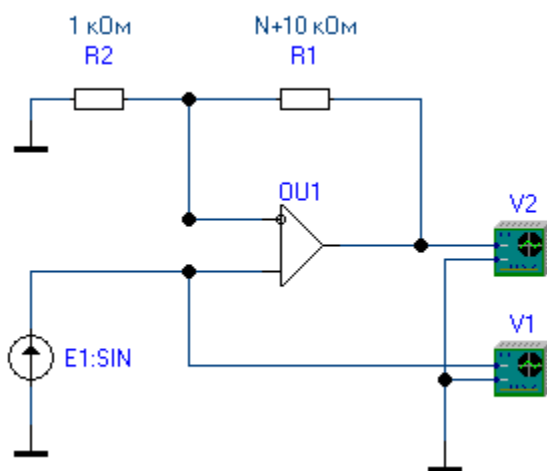

Рисунок 7.1 – Неинвертирующий УПТ
7.1 Собрать схему неинвертирующего УПТ на идеальном операционном усилителе (рис. 7.1). На вход каскада подать синусоидальный сигнал амплитудой 0,5 В и частотой 1кГц. Оценить коэффициент усиления по напряжению и сравнить с расчетным значением. Увеличить амплитуду $U_{\text{вх}}$ до 2 В. Объяснить временную диаграмму выходного напряжения. Снять логарифмическую амплитудно-частотную характеристику и оценить верхнюю рабочую частоту усилителя.
- 2) как оценить верхнюю рабочую частоту на уровне $M_v=3$ дБ усилителя постоянного тока, собранного по схеме рис. 7.1;